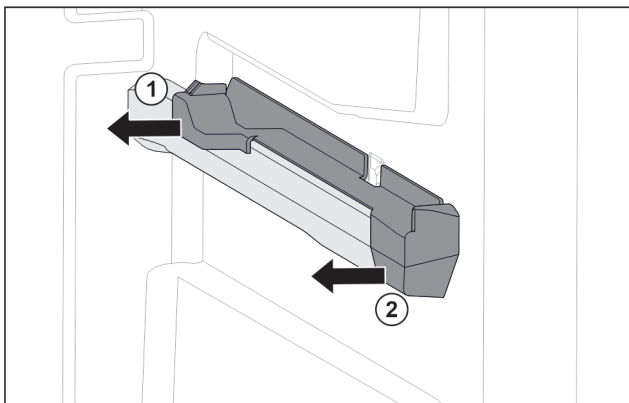

Fig. 58 Násuvný diel na pravom rebre nádoby
- ▶ Stiahnite násuvný diel vzadu do strany. Fig. 58 (1)
- ▶ Stiahnite násuvný diel vpredu do strany. Fig. 58 (2)